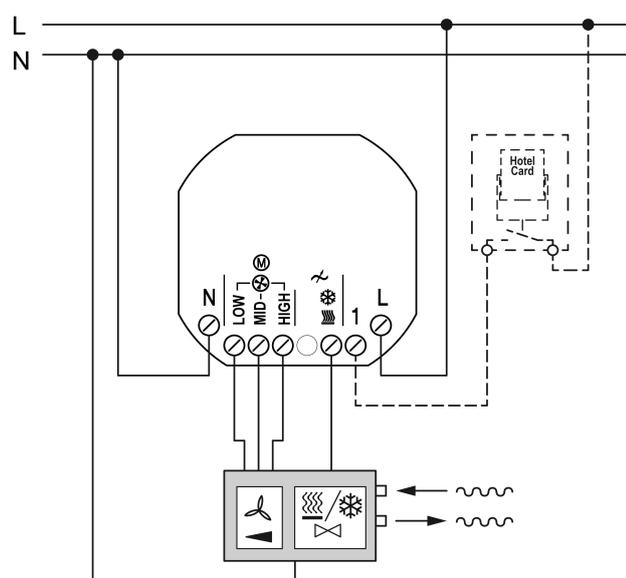
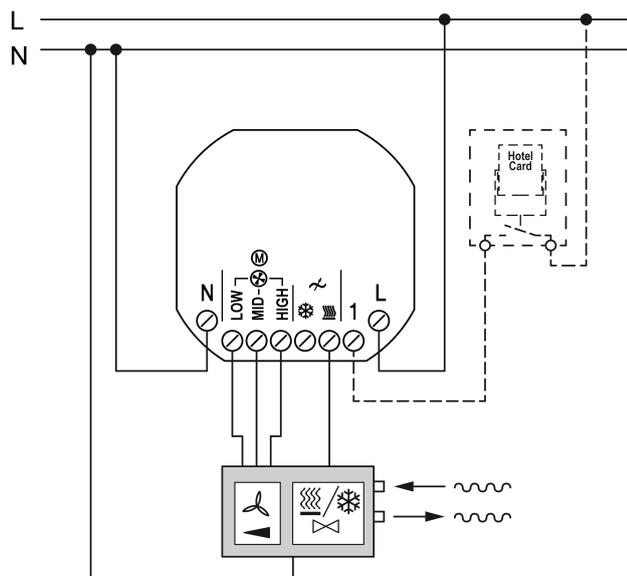

рисунок 4: Подключение вентиляторного конвектора для 2 труб через слот активации карты постояльца
рисунок 5: Подключение вентиляторного конвектора для 2-х труб к регулятору фанкойла для 4-х труб
- (8) Сетевой блок питания
- (9) Рамка
- (10) Накладка жалюзи
- Для вентиляторного конвектора с режимом работы для 2-х труб необходимо подключение варианта сетевого блока для 2-х труб (рисунок 4) или 4-х труб (рисунок 5).